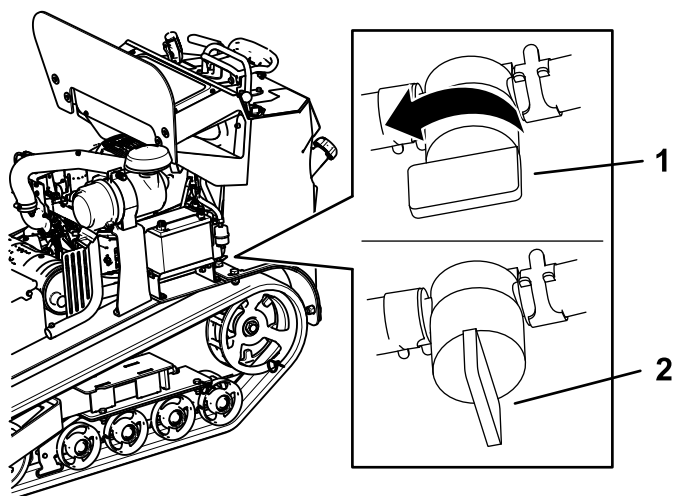

Figura 39
3. Ruotate la valvola di intercettazione del carburante in posizione chiusa (Figura 39).